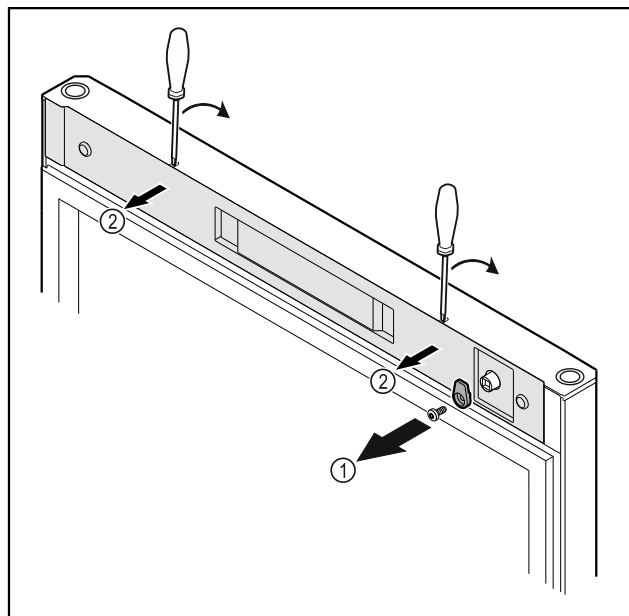

Fig. 20
- ▶ Svitare i ganci di chiusura Fig. 20 (1).
- ▶ Disinnestare la copertura Fig. 20 (2) con l'ausilio di un piccolo cacciavite e rimuoverla.